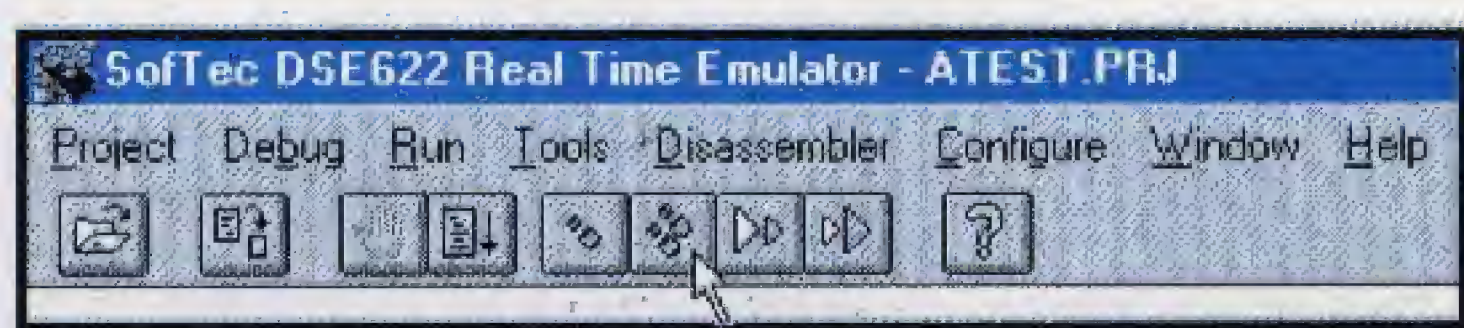

Fig.73 Icona per i passi multipli.
- Tutte le volte che cliccherete sull'icona in cui sono disegnate due orme (vedi fig.73), il programma avanzerà di **5 istruzioni**. Cliccando nuovamente sull'icona, il programma avanzerà di altre **5 istruzioni**.